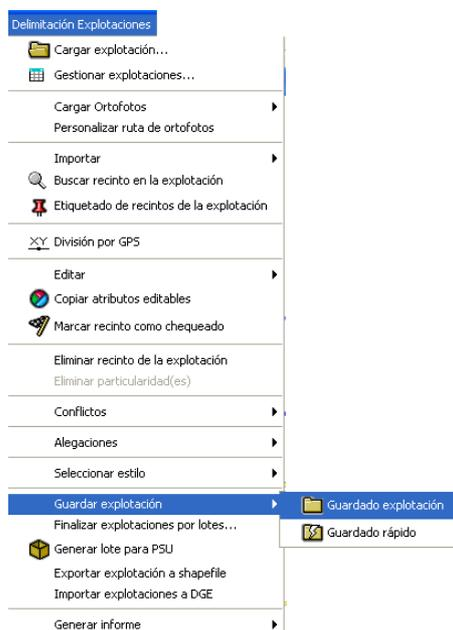

Fig. 77
- **Guardar explotación:** Esta opción permite guardar la explotación. Para realizar el guardado, seleccionamos en el menú “*Delimitación Explotaciones - Guardar Explotación – Guardado Explotación*” (Fig. 77). Al realizar el guardado de la explotación se realizan validaciones sobre los datos cumplimentados, si existe alguna incidencia por corregir aparecerá en una ventana con su descripción y, a menos que éstas se solucionen (incidencias descritas en rojo) no se podrá finalizar la explotación.